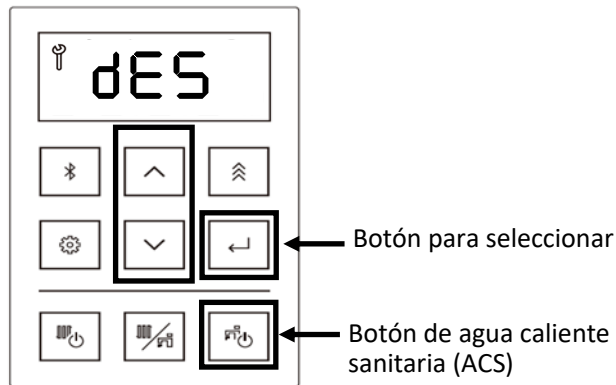

Figura 148
12. Pulse el botón de flecha arriba o abajo del mando para seleccionar dES (descalcificación) (Figura 148).
13. Pulse el botón Seleccionar para seleccionar el dES (figura 148).
15. Pulse el botón de agua caliente sanitaria (ACS) para iniciar la cuenta regresiva (figura 148).